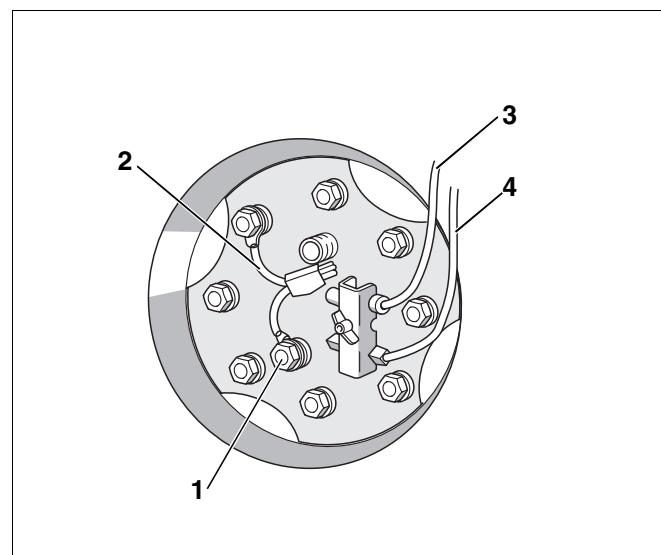

Рис. 13 Крепление колышевых наконечников заземляющего кабеля болтами
- Уложить колышевой наконечник заземляющего кабеля и завернуть болты (рис. 13).
Экспликация к рис. 13: